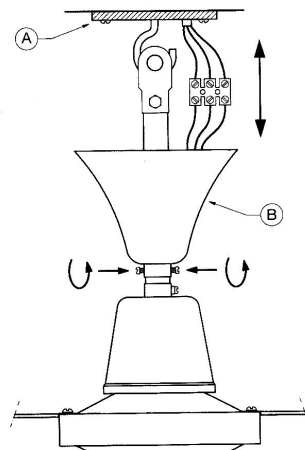

Fig 7
3 - Dévisser les deux vis situées à la base du cache en forme de cône situé en partie supérieure afin d'accéder au point de suspension et au bornier de raccordement. Suspendre le ventilateur (B) au crochet du support en tôle (A) - (fig.7)